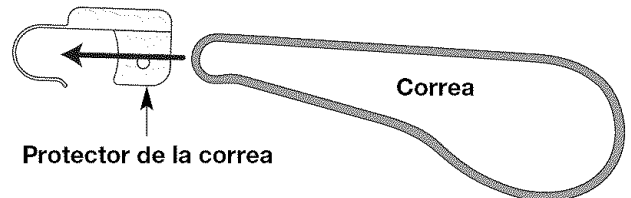

Fig. 40
9. Inserte una nueva correa en el protector de correas (Fig. 40).